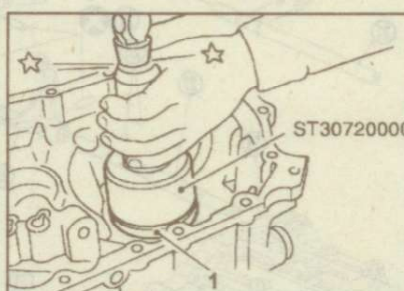

Рис. 9.143. Использование оправки для установки наружного кольца подшипника (1) дифференциала
5. Молотком и оправкой установите наружное кольцо подшипника дифференциала (рис. 9.143).